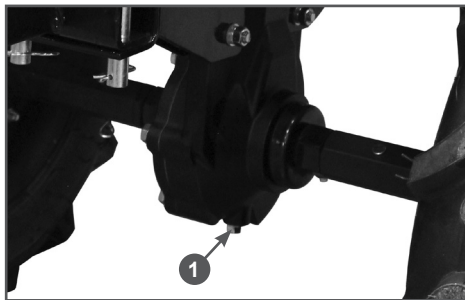

Рис. 34 Замена трансмиссионного масла
- Открутите сливной болт 1 редуктора и слейте масло в специально подготовленную для этого емкость (Рис. 34).